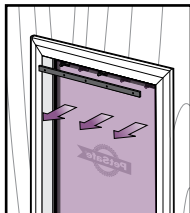

FIG. 14
2. Fjern stangen og vinylklaffen (**Fig. 14**).